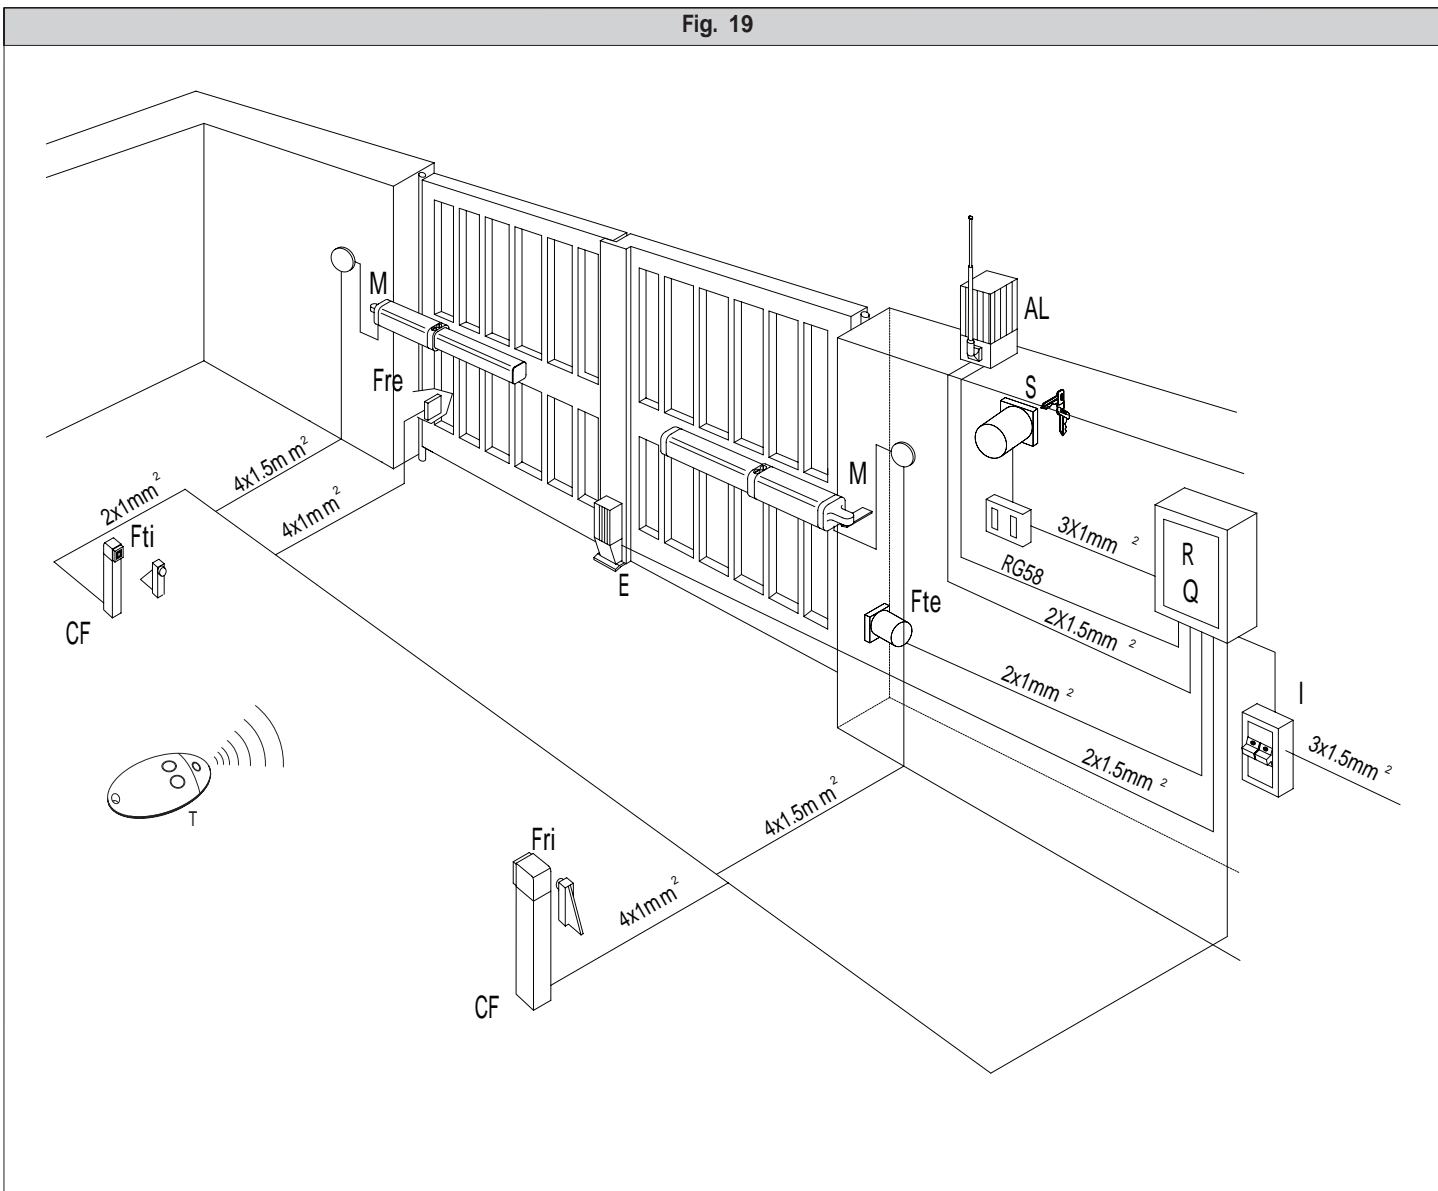

Fig. 20
Важно: до включения автоматики от сети выньте винт «S» (рис.20). Не делайте этого раньше, чем установлен привод на створку.
- a) Закрутите винт (см. рис.20) и снимите привод со створки.